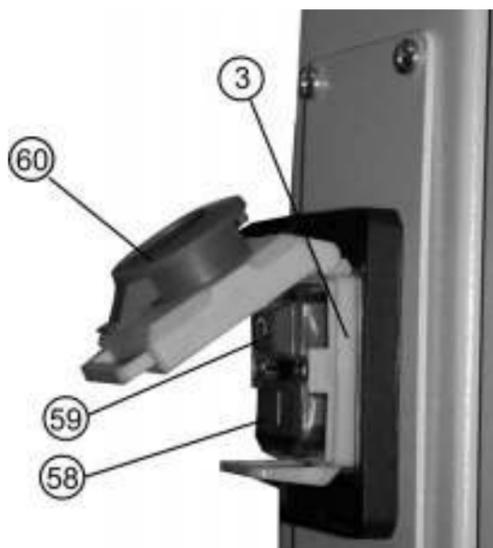

Рис.18
12.2.2. Нажмите красную кнопку (60) и, сдвиньте ее вверх, как показано стрелкой на красной кнопке (60) магнитного пускателя (3), Рис.18.
### 12.2. Включение (Рис. 18)